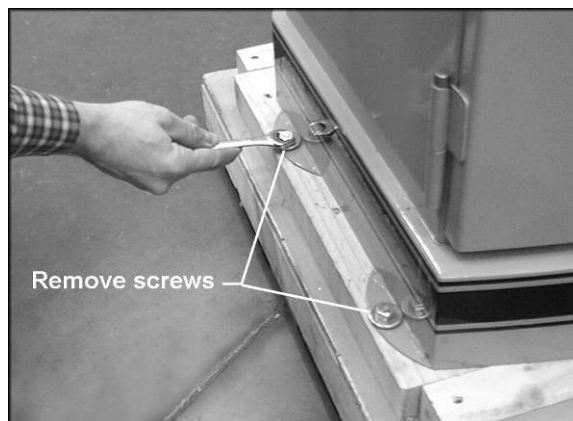

Рис. 1
1. При помощи ключа 11 мм открутите 4 винта и 4 плоские шайбы, фиксирующие станок к паллету (Рис. 1).